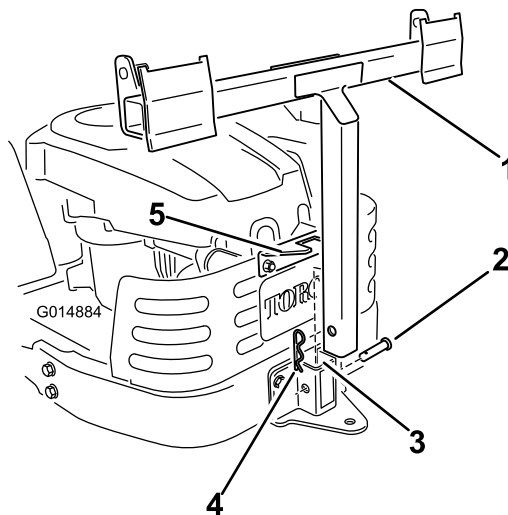

Figure 14
- Montez le bâti du système de ramassage sur le support. Fixez le bâti du système de ramassage avec un axe de chape (1/2 x 60 mm) et une goupille fendue (Figure 14).